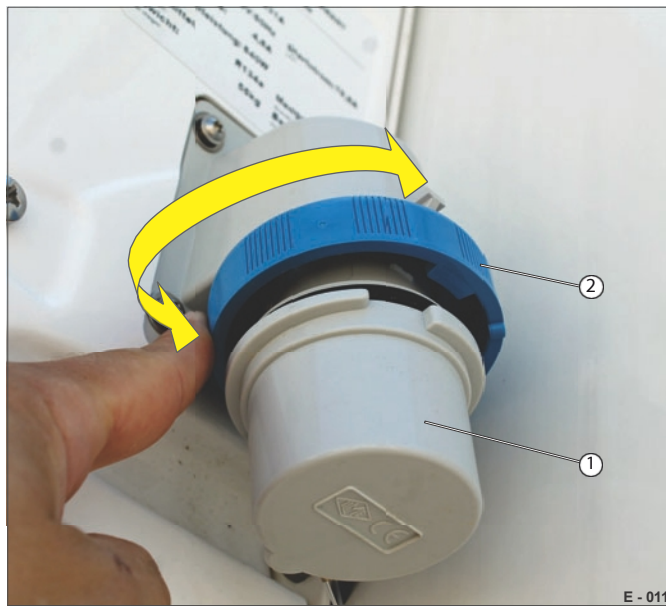

Fig. 11 Åbning af nettilslutningen
- Skru skruehætten af (Fig. 11/2).
- Træk hættten af (fig. 11/1).